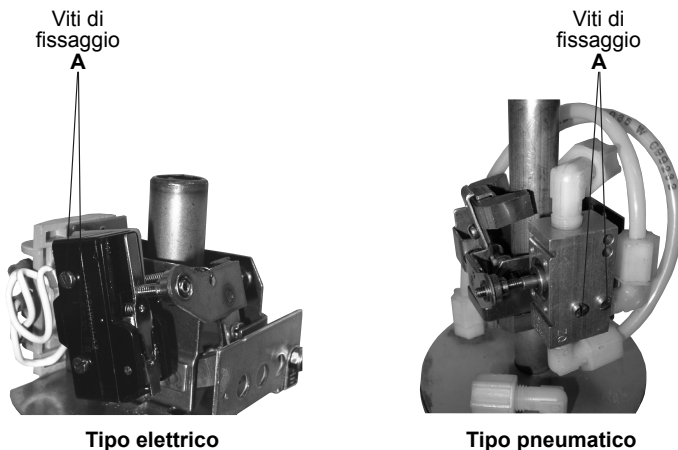

Fig. 6 - Meccanismo interruttore elettrico e pneumatico
- 2 - Allentare le 2 viti di fissaggio "A" del meccanismo al pozzetto (vedi Fig. 6 tipo elettrico) e sfilare il meccanismo interruttore dal pozzetto amagnetico.
- 2 - Allentare le 2 viti di fissaggio "A" del meccanismo al pozzetto (vedi Fig. 6 tipo pneumatico) e sfilare il meccanismo interruttore dal pozzetto amagnetico.